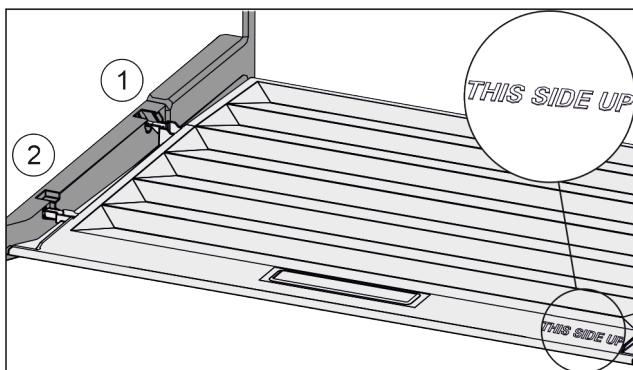

Fig. 85
- Вставить поперечные ребра крышки через отверстие заднего держателя Fig. 85 (1) и защелкнуть спереди в держателе Fig. 85 (2).